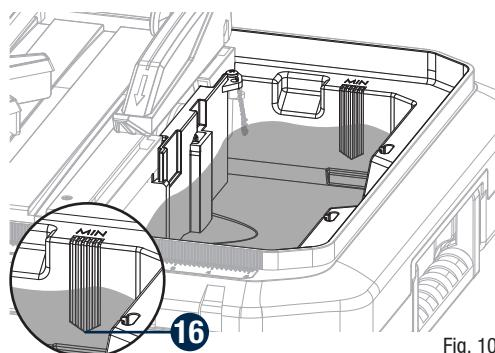

Fig. 10
**REmplir le réservoir (Fig. 10)**